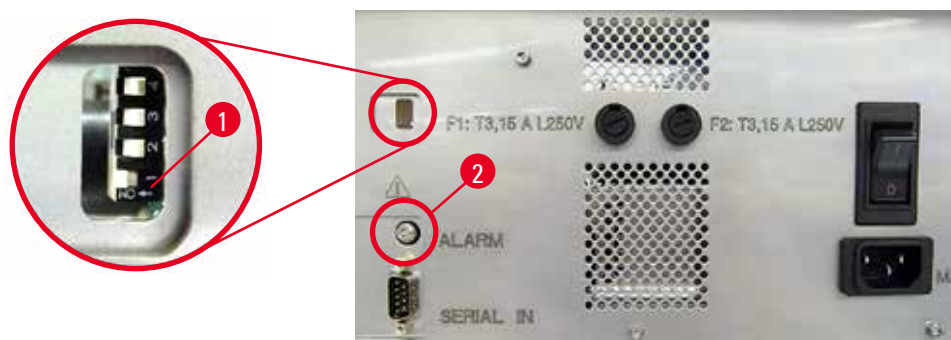

図 41
- » ビープ音出力装置を無効にするには、一番下のスイッチ (→ 「図 41-1」) を右に押し込みます (→ 「図 41」)。